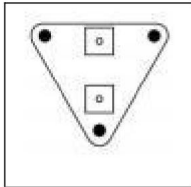

Fig. 1.
- 1). Utilizzare i pannelli a parete(2) per impostare la posizione delle ventole richiesta. segna tre fori di montaggio, praticare tre fori nelle posizioni contrassegnate. Assicurarsi l'area di montaggio sia strutturalmente sana e priva di ostruzioni. Vedi il(Fig.1.)